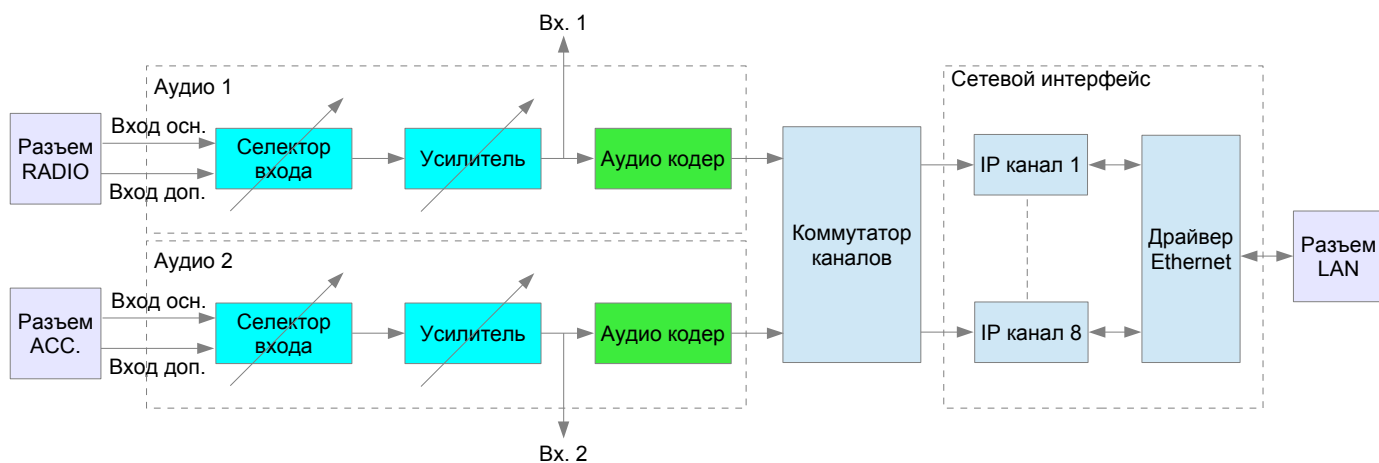

Рис. 3 Входные аудио и сетевой интерфейсы
- аналоговые линии, обеспечивающие ввод/вывод аудио сигналов. Данные линии образуют интерфейсы аудио сигналов контроллера, соответственно интерфейсы Аудио 1 и Аудио 2 (рис. 3 и 4).